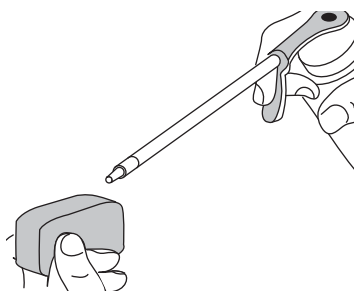

Fig. 26
- Appliquez une quantité suffisante d'huile moteur propre SAE 30 pour enduire légèrement le filtre (Fig. 26).